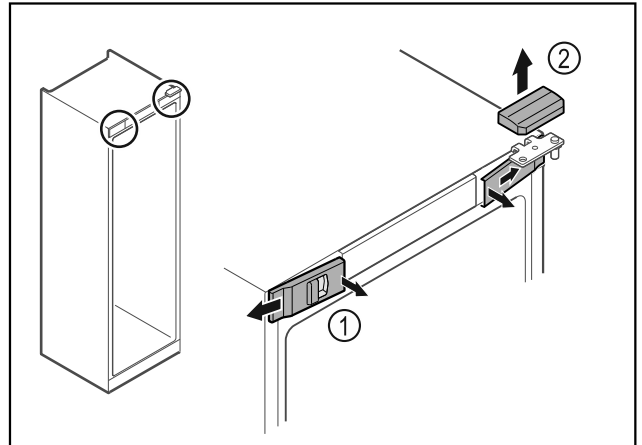

Fig. 9
- ▶ Izvadite prednje poklopce Fig. 9 (1) iznutra i skinite ih na stranu.
- ▶ Skinite gornji poklopac Fig. 9 (2) prema gore.